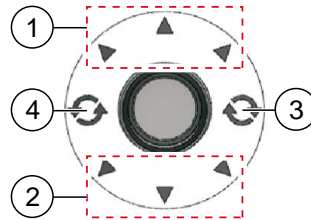

Abb. 3: Joystickfunktionen
- Vorwärts- / Rückwärts Abb. 3 (1,2)
- Drehbereiche Abb. 3 (3,4)
- In den Bereichen für Vorwärts- (1) oder Rückwärtsbewegung (2) kann der Caravan stufenlos in die gewählte Richtung bewegt werden.
- Wird der Joystick seitlich in einen Drehbereich bewegt, dreht sich der Caravan rechts (3) oder links (4) um die eigene Achse.